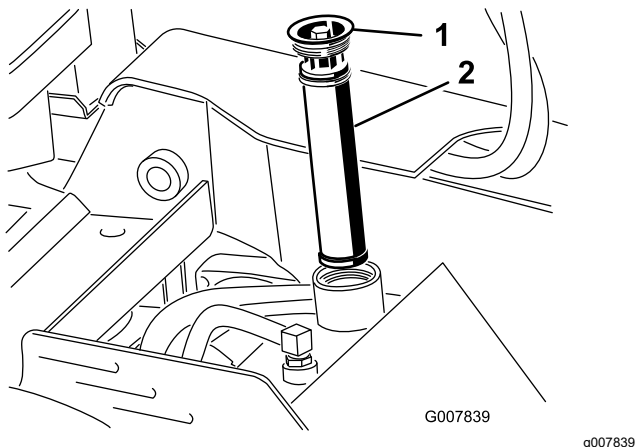

Figura 61
5. Limpie la zona alrededor del cuello de llenado del depósito de aceite hidráulico, y retire el tapón y el filtro del cuello de llenado usando una llave de tubo (Figura 61).